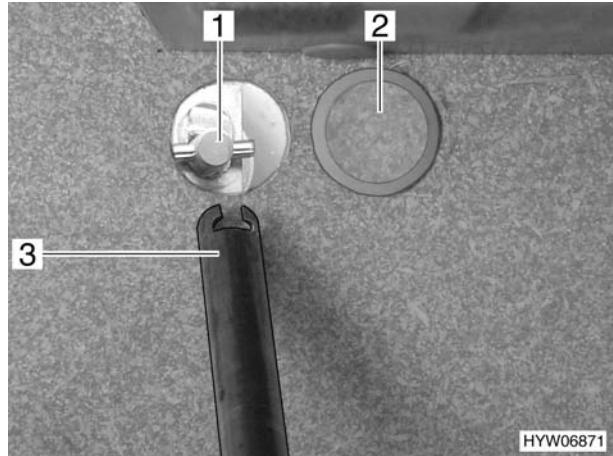

Fig. 221 Apertura del verricello
L'apertura per il pilotaggio del verricello è coperta da un coperchio di plastica (Fig. 221,2).
- Aprire delicatamente il coperchio di plastica (Fig. 221,2) con un attrezzo adatto (ad es. un cacciavite).
- Collegare la chiave (Fig. 221,3) sulla sede (Fig. 221,1) del portaruota di scorta.